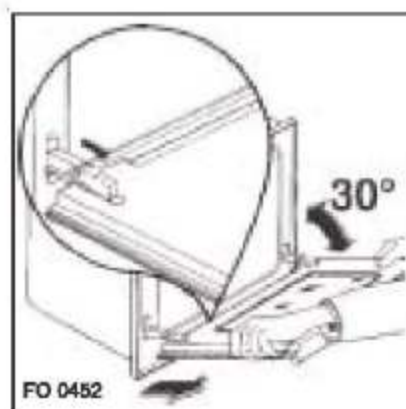

Рис. 22
- полностью откройте дверцу, приподнимите небольшие рычажки, расположенные на двух шарнирах, и поверните рычажки внутрь (рис.22);